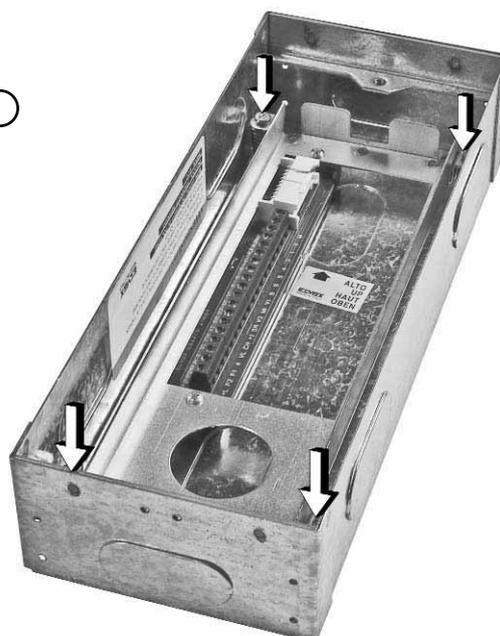

Fig. 9
- Chiudere con gli appositi blocchi serratura la targa. (fig. 9)